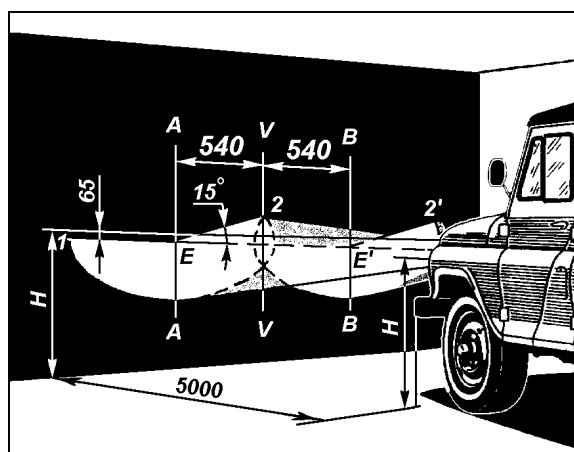

Рис. 14.31. Разметка экрана для регулировки фар: Н - расстояние центра фар от уровня земли; V-V - проекция продольной оси автомобиля; А-А, В-В - оси центров фар
1. Установите полностью заправленный и снаряженный автомобиль с нормальным давлением воздуха в шинах и нагруженным сиденьем водителя 750 Н (75 кгс) на ровной горизонтальной площадке на расстоянии 5 м от экрана со специальной разметкой (рис. 14.31).